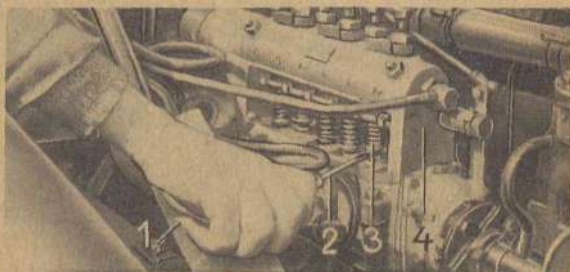

Bild 8. Vorpumpen bei Dieselmotoren
22. **Vorpumpen** (Bild 8): Drücke mit einem Schraubenzieher jeden einzelnen Pumpenkolben der Ein-